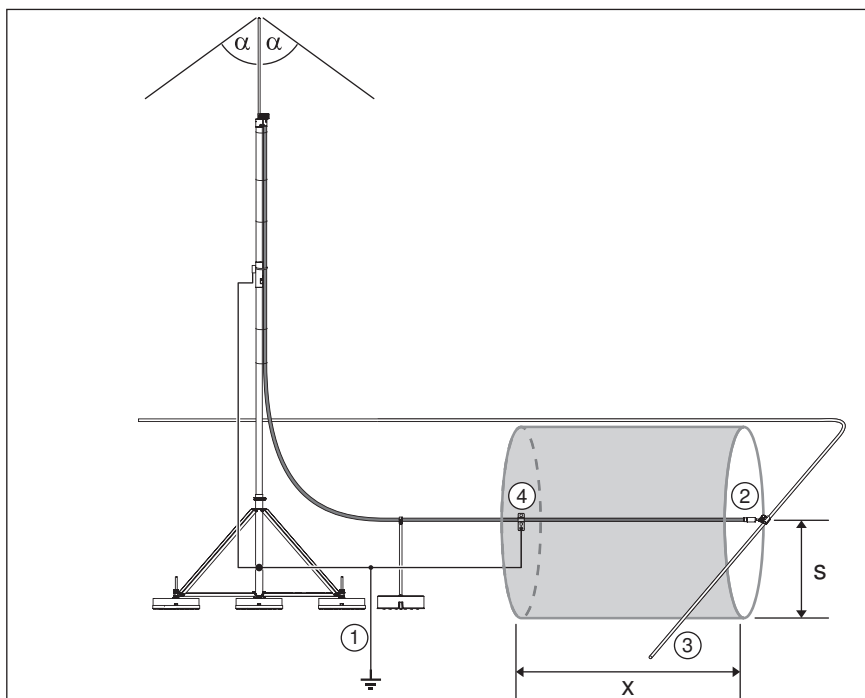

Рис. 55: Минимальный промежуток (x) между соединителем и скобой уравнивания потенциалов
Слабо проводящую наружную оболочку токоотвода isCon необходимо соединить с системой уравнивания потенциалов объекта защиты (см. Рис. 55 № ①). При этом важно, чтобы между соединителем токоотвода isCon ② у токонесущего проводника ③ и расположенной перед ним скобой уравнивания потенциалов ④ был выдержан определенный минимальный промежуток (x) во избежание возникновения скользящего разряда вдоль провода isCon.
- В области подключения к системе уравнивания потенциалов в зоне действия разделительного интервала s (см. рис. Рис. 55) не размещайте никаких электропроводящих или заземленных элементов. К таковым относятся, например, металлические элементы конструкции, держатели проводников и арматура.